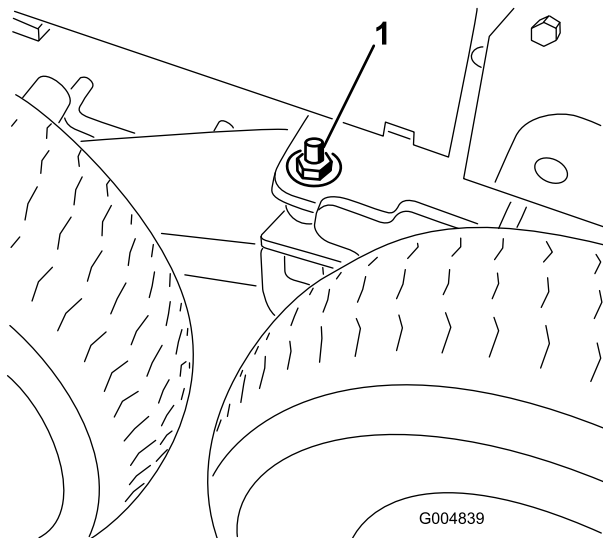

Figura 28
17. Retire la arandela plana (1/2 pulgada) y la tuerca (1/2 pulgada) instaladas en el espárrago del pivote del bogie (Figura 28).
23. Baje el gato hasta que el bastidor quede apoyado sobre las ruedas delanteras. Instale las arandelas planas (1/2 pulgada) y las contratuercas en el espárrago del pivote del bogie (Figura 28) y apriételas a 75 pies-libra (102 N-m).